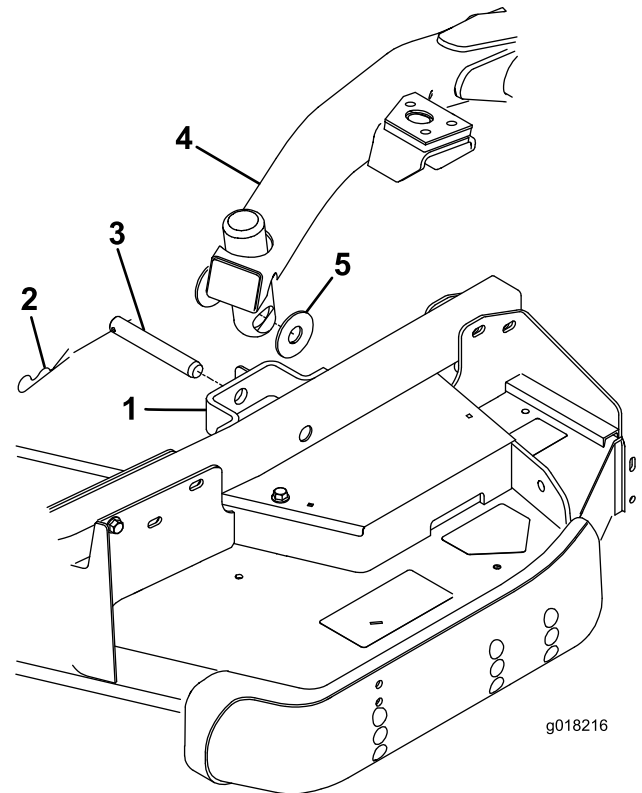

Figura 5
1. Retire las 2 arandelas de empuje, la chaveta y el pasador del soporte del brazo de cada rueda giratoria de la unidad de corte (Figura 5).
3. Presione el interruptor de elevación hacia adelante, a la posición de FLOTACIÓN. Empuje hacia abajo uno de los brazos de elevación hasta que los taladros del brazo de elevación estén alineados con los taladros del soporte del brazo de la rueda giratoria (Figura 5).
Coloque las arandelas de empuje entre el brazo de elevación y el soporte del brazo de la rueda giratoria (Figura 5) e introduzca el extremo del pasador de horquilla en la ranura de la pestaña del brazo de la rueda giratoria para retener el pasador.